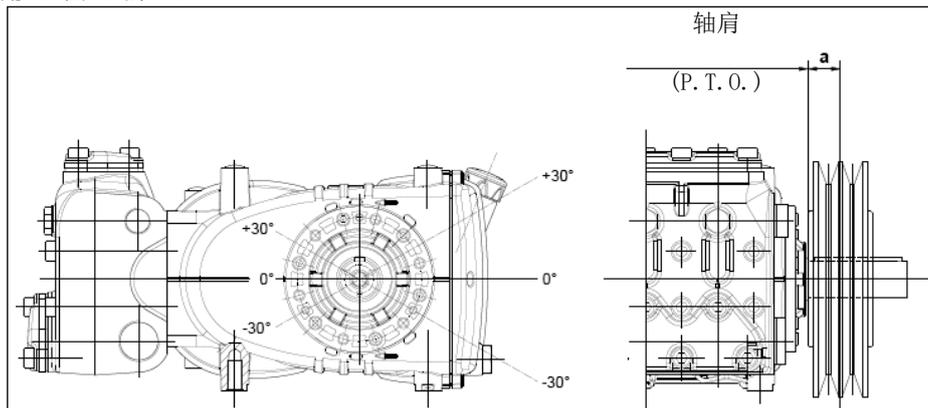

图 10
泵轴上的径向载荷不能超过4500 N（布局定义所必须的数值）。只有该载荷作用在距离轴肩（P. T. O.）的一段最大长度  $a=50 \text{ mm}$  时，传动才被视为适当，见图10。
- b) 使用高效能皮带 - 例如XPB而不是SPB - 同样的功率传递, 使用的皮带数量会相对少, 继而相对轴肩(P. T. O.)的距离也会减少。图 10的“a”
- e) 按照图 10指出的方向张紧皮带, 其他需求请联系**技术部**或**客户服务中心**。